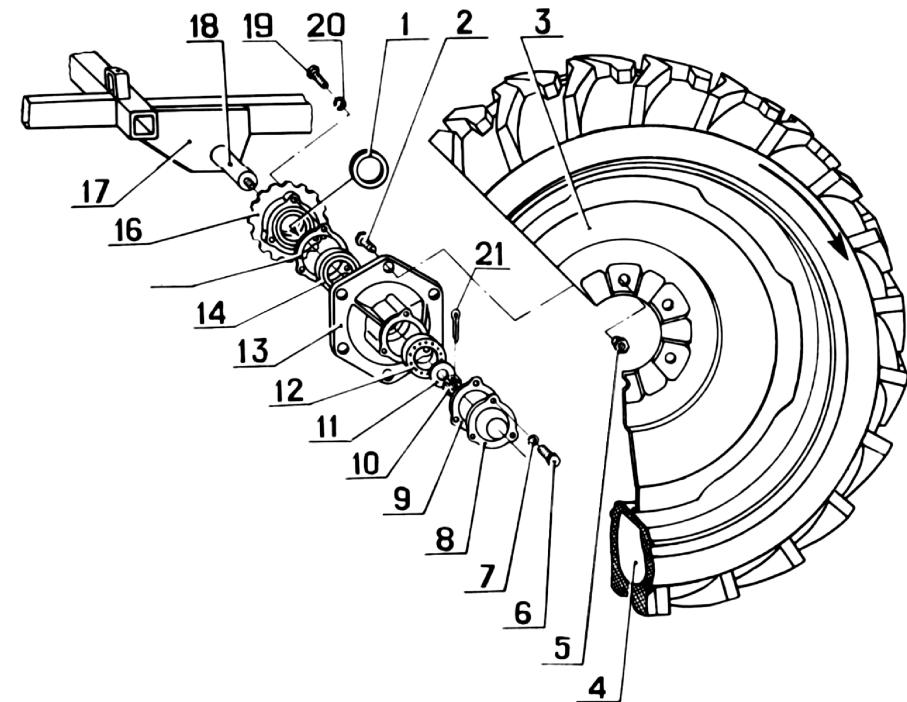

Рис.15. Колесо опорно-приводное
1. Установите раму сеялки на подставки или козлы так, чтобы удобно было установить на ступицы опорно-приводные колеса. После этого установите при помощи болтов 2 и гаек 5 (рис. 15) на ступицы 13 колеса сеялки. Устанавливать колеса необ-
Колеса пневматические (рис. 15) устанавливаются на торцах рамы. Колеса устанавливаются так, чтобы стрелка нашине была направлена в сторону противоположную движению сеялки.